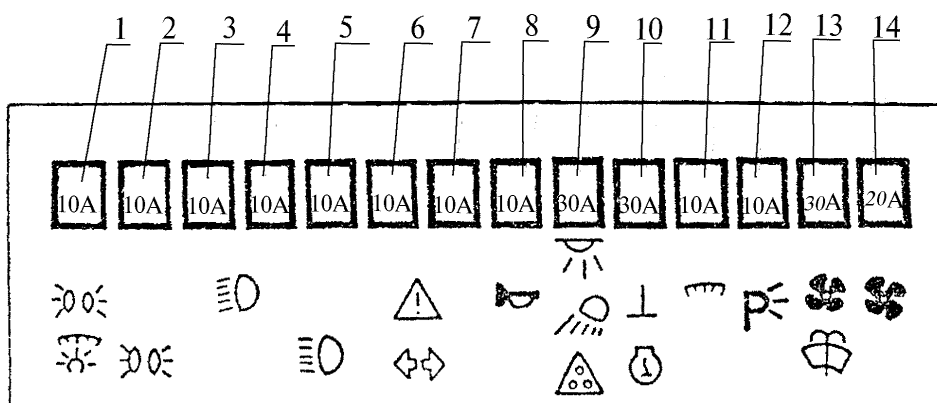

Рис. 7 Табличка блока плавких предохранителей релейного блока
**ЗАПРЕЩАЕТСЯ** использовать предохранители, не соответствующие по номиналу значениям, указанным на рис. 7.